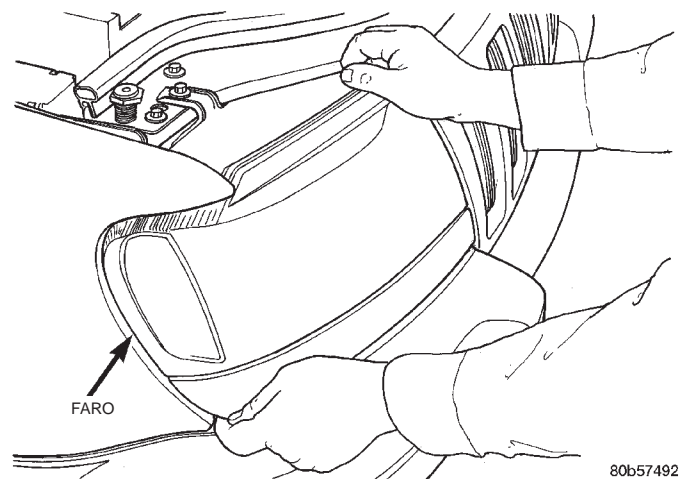

Fig. 3 Desmontaje del faro
(2) Agarre las esquinas del faro y tire con fuerza hacia fuera (Fig. 3). Así desengajará los espárragos de instalación de izquierda y derecha del módulo de instalación del faro.